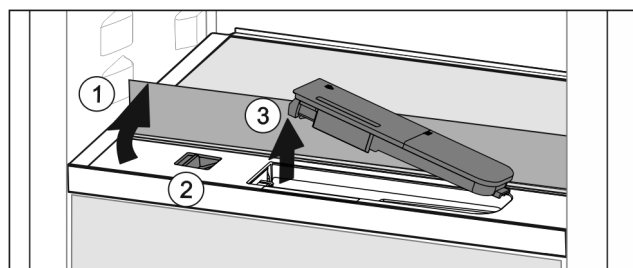

Fig. 44
- ▶ Sollevare il ripiano di vetro e ribaltarlo all'indietro fino all'arresto Fig. 44 (1).
- ▶ Spostare il cursore Fig. 44 (2) a sinistra.
- ▶ Rimuovere il serbatoio dell'acqua Fig. 44 (3).